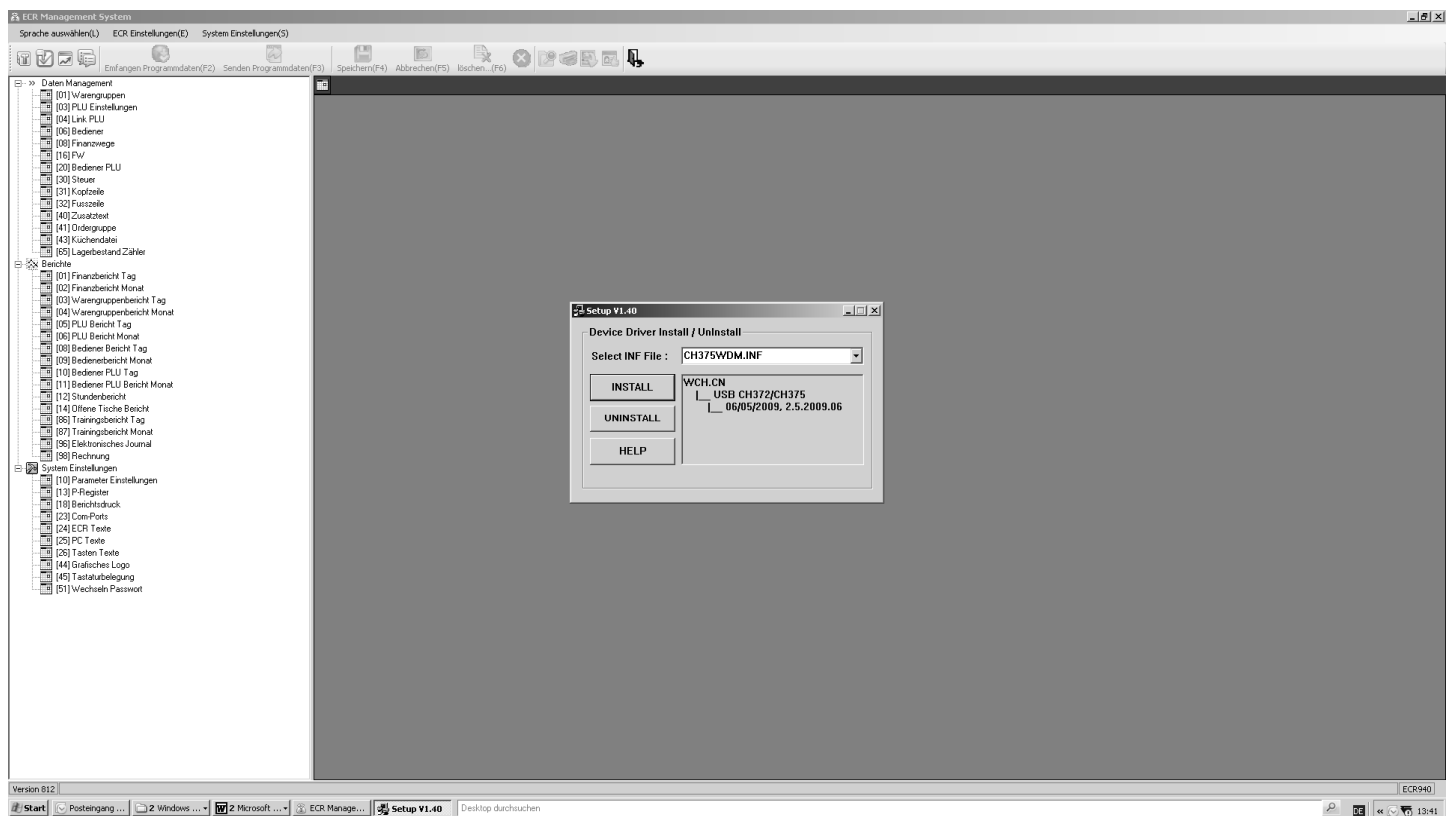

Abb. 7
5. Wählen Sie in der Menüleiste die Einstellungen unter **SystemEinstellungen (S)** an.
6. Wählen Sie den Unterpunkt **Setup USB Driver** an. Folgendes Fenster öffnet sich (siehe Abb. 7):